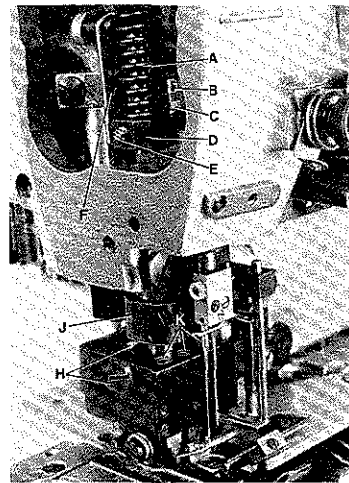

Fig. 46
For easy adjustment remove presser spring regulator on top of machine arm and presser spring (A, Fig. 46).
Adjust long stop screw (B) in presser bar guide (D) against bed casting to ensure a clearance of 0,5 mm (.020 in.) (see Fig. 46 A) between slot end of link (F, Figs. 46 and 46 A) in presser bar guide (D, Figs. 46 and 46 A). Tighten lock nut (C, Fig. 46) on stop screw.
Mount the presser foot, align it with the needles and tighten screws (H, Figs. 46 and 46 B). Rotate pulley until the feed dogs are in down position below the throat plate. Loosen screw (E, Fig. 46) in presser bar guide (D) and press the presser foot down against throat plate until the presser foot bottoms and the yielding section are pressed up by 0,8 to 1 mm (.032 to .040 in.) (see Fig. 46 B). Retighten screw (E) being sure stop screw (B) in presser bar guide rests on the bed casting. Remount presser spring (A) and presser spring regulator.
Set the collar (J, Fig. 46) respectively the lamp bracket on Styles 34800 TDA, for the presser foot height as required, the presser foot bottom should not contact the spreader when the presser foot is lifted.
The pressure exerted by the presser spring (A, Fig. 46) on the presser bar guide (D) should be higher than the pressure exerted by the three springs for presser foot bottoms and the yielding section. The presser bar should not move vertically when sewing. Screw-in presser spring regulator on top of machine arm as required.
The spring pressure exerted on the presser foot bottom and the left and right yielding section can be adjusted individually by turning screws (K, Figs. 46 and 47). Turning clockwise reduces the pressure, turning counterclockwise increases the pressure.
Entfernen Sie zur besseren Einstellung die Drückerfuß-Stellschraube oben am Maschinenarm und die Drückerfeder (A, Fig. 46).
Stellen Sie die lange Anschlagsschraube (B) in der Drückerfußstangenführung (D) so gegen den Gehäuseguß, daß zwischen dem Schlitzende des Gelenks (F, Fig. 46 und 46 A) und der Zapfenschraube (G, Fig. 46 A) in der Drückerfußstangenführung (D, Fig. 46 und 46 A) ein Abstand von 0,5 mm ist (siehe Fig. 46 A). Ziehen Sie die Feststimmutter (C, Fig. 46) auf der Anschlagsschraube an.
Setzen Sie den Drückerfuß ein, richten Sie ihn zu den Nadeln aus und ziehen Sie die Schrauben (H, Fig. 46 und 46 B) an. Drehen Sie am Handrad bis die Transporteure unter der Stichplatte stehen. Lösen Sie die Schraube (E, Fig. 46) in der Drückerfußstangenführung (D) und drücken Sie den Drückerfuß nach unten gegen die Stichplatte, so daß die Drückerfußsohlen und das Seitenteil 0,8 bis 1 mm nach oben gedrückt werden (siehe Fig. 46 B). Ziehen Sie die Schraube (E) wieder an, beachten Sie dabei, daß die Anschlagsschraube (B) in der Drückerfußstangenführung am Gehäuseguß anliegt. Montieren Sie Drückerfeder (A) und Drückerfuß-Regulierschraube wieder.
Stellen Sie den Stelling (J, Fig. 46) bzw. den Lampenhalter bei den Maschinen 34800 TDA, für die Drückerfußhöhe so, daß die Drückerfußsohle den Leger nicht berührt, wenn der Drückerfuß angehoben wird.
Der Druck der von der Drückerfeder (A, Fig. 46) auf die Drückerfußstangenführung (D) ausgeübt wird, muß stärker sein als der Druck der drei Federn der Drückerfußsohlen und des Seitenteils, so daß beim Nähen die Drückerfußstange sich vertikal nicht bewegt. Drehen Sie die Drückerfuß-Regulierschraube oben am Gehäusearm entsprechend weit ein.
Der Federdruck auf die Drückerfußsohlen und das Drückerfuß-Seitenteil kann durch Drehen der Schrauben (K, Fig. 46 und 47) individuell eingestellt werden. Drehen im Uhrzeigersinn vermindert den Druck, drehen im Gegenuhrzeigersinn verstärkt den Druck.